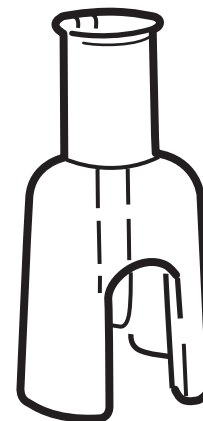

Figure 2 ■ Figure 2 ■ Abbildung 2 ■ Figura 2 ■ Figura 2 ■ Afbeelding 2 ■ Figur 2 ■ Figur 2 ■ Εικόνα 2 ■ Figura 2 ■ Obrázek 2
■ 2. ábra ■ Rysunek 2 ■ Obrázok 2 ■ Figur 2 ■ Kuva 2 ■ Фигура 2 ■ Figura 2 ■ Joonis 2 ■ 2 pav. ■ 2. attēls. ■ Şekil 2
■ Рисунок 2 ■ Slika 2 ■ 图 2 ■ 圖 2 ■ 그림 2